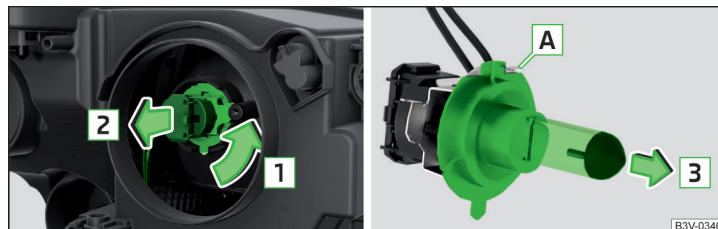

Abb. 364 Glühlampe für Abblend- und Fernlicht wechseln
- Den Stecker mit der Glühlampe in Pfeilrichtung **1** drehen » Abb. 364.